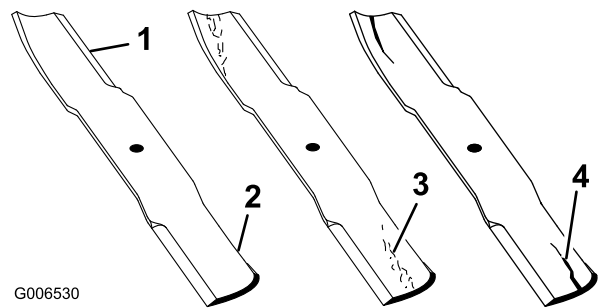

Figura 77
1. Inspeccione los filos de corte (Figura 77).
4. Si observa fisuras, desgaste o la formación de una ranura en esta zona, instale de inmediato una cuchilla nueva (Figura 77).